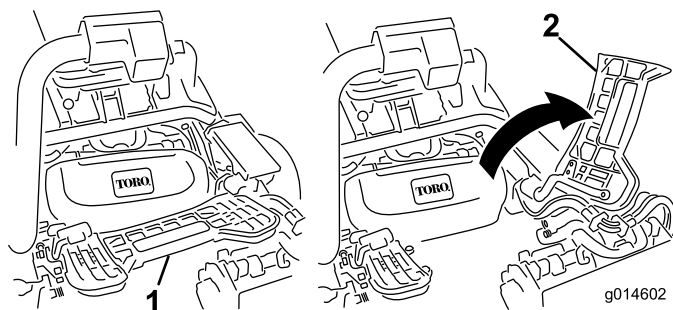

Figura 32
1. Eleve o apoio de pé e incline-o para aberto, permitindo o acesso à posição da unidade de corte central (Figura 32).